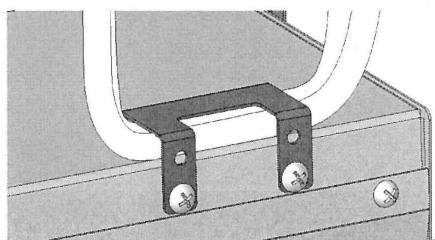

Рис. 3
6. Заделать кронштейн, прикрутив два винта Ph-4,2x9,5 DIN 7981 (см. рис. 3)